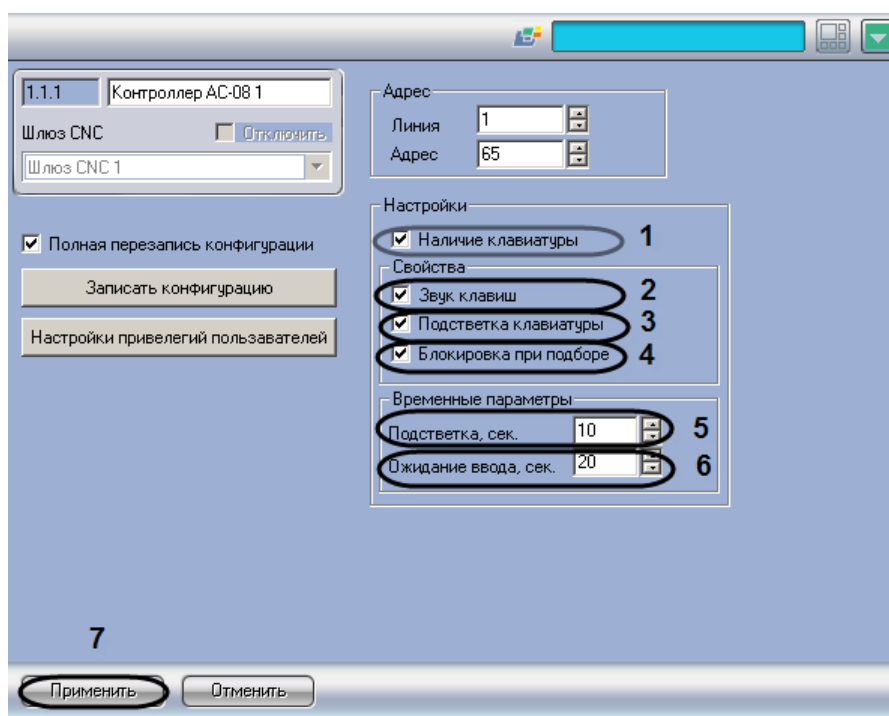

Рис. 3.5—3 Настройка клавиатуры
1. Перейти на панель настроек объекта **Контроллер АС-08** (Рис. 3.5—3).
2. Для того, чтобы активировать клавиатуру, необходимо установить флажок **Наличие клавиатуры** (см. Рис. 3.5—3,1).
3. Для того, чтобы активизировать звуковое оповещение при нажатии клавиш, необходимо установить флажок **Звук клавиш** (см. Рис. 3.5—3,2).
4. Для того, чтобы активизировать подсветку клавиатуры, необходимо установить флажок **Подсветка клавиатуры** (см.Рис. 3.5—3,3).